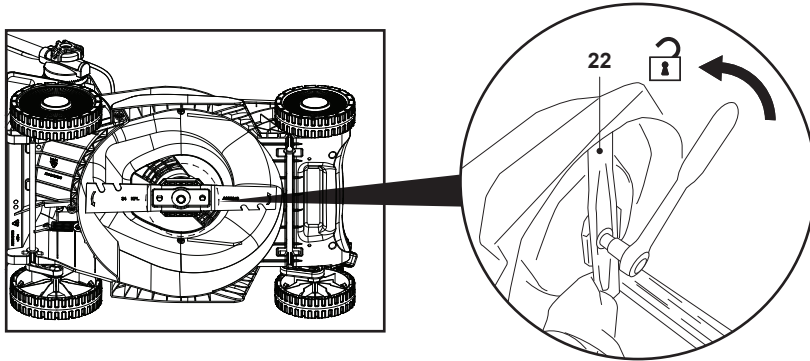

Fig. 21
REMARQUE : Si une clé manuelle est utilisée à la place d'une clé à chocs électrique, la lame de coupe (22) doit rester fixe pendant le desserrage du boulon. Porter des gants résistants et saisir fermement la lame. Utiliser un morceau de bois de taille appropriée pour bloquer la rotation de la lame si nécessaire (Fig. 21).